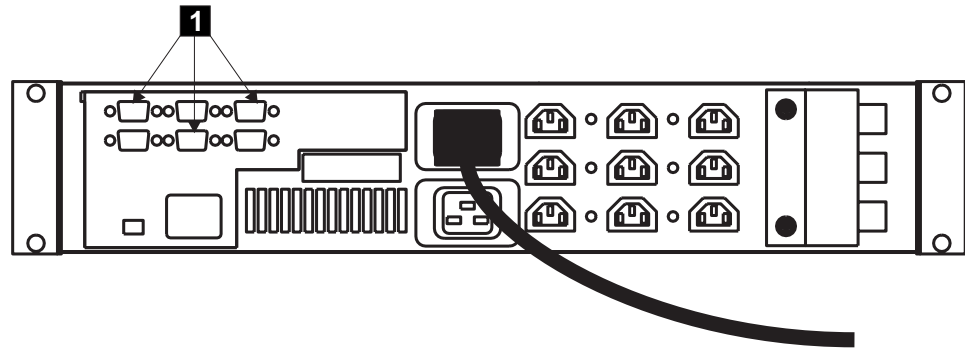

図 156. 2145 UPS シグナル・ケーブルの接続
- 2145 UPS の後部でシグナル・ケーブルを接続します。図 156 の **1** を参照してください。